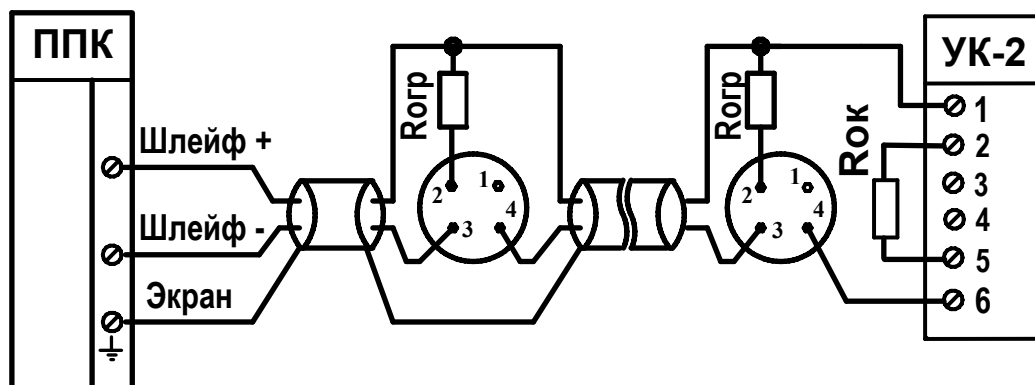

Рис.2
6.4 Подключить УК-2 с оконечными элементами к ШС согласно рис. 2 или рис. 3. Затянуть винты. Проверить надежность соединения. Зафиксировать провод и закрыть крышку УК-2.